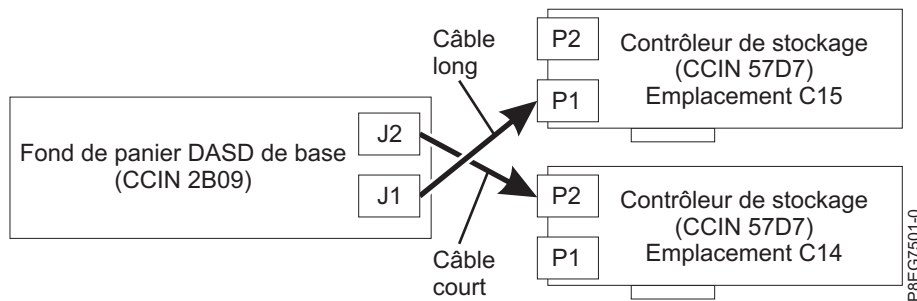

Figure 8. Reconnexion du câble SAS dans une configuration de disque partagé
- Le câble SAS court relie le connecteur de fond de panier d'unité de disque supérieur (J2) au connecteur P2 sur la carte dans l'emplacement P1-C14. Le câble SAS long relie le connecteur de fond de panier d'unité de disque inférieur (J1) au connecteur P1 sur la carte dans l'emplacement P1-C15. Pour plus d'informations, voir figure 8.